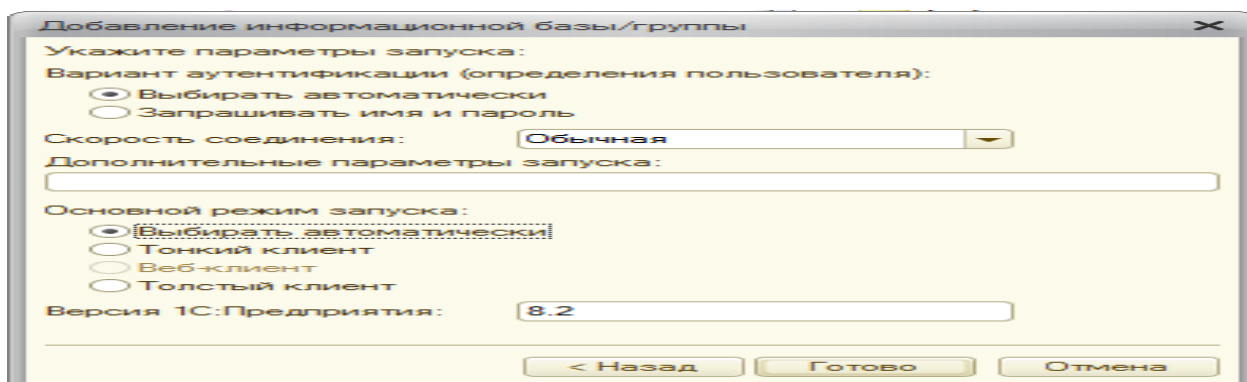

Рис. 11
6. В диалоговом окне щелкните на кнопке (см. стрелку) и в открывшемся окне просмотра, укажите каталог, в котором будет храниться информационная база и щелкните на кнопке *Далее* (*параметры запуска оставляем без изменения рис. 11*) затем *Готово*-откроется диалоговое окно **Запуск 1С:Предприятие**.